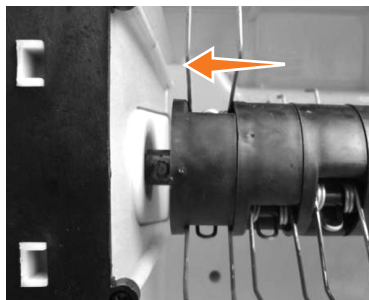

Рис. 7.2
2. Поместите вал аэратора на корпус (рис. 7.2).